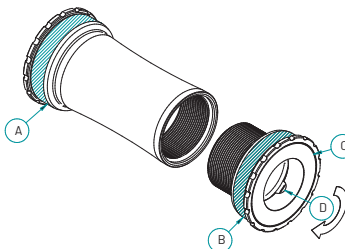

Fig. 2
- Lubrificare entrambe le calotte (A e B) nella zona di interferenza del telaio (Fig. 2).
- Installare la calotta sinistra (A) nella parte sinistra del telaio, assicurandosi di portare la battuta della calotta a contatto con il telaio stesso e avendo cura di non sollecitare i cuscinetti sottostanti la bocca (C).
- Installare la calotta destra (B) nella parte destra del telaio, avvitandola manualmente ruotandola in senso orario per accoppiarla alla calotta sinistra.
- Lubricate both caps (A and B) surfaces where BB fit the BB shell of frame area of the frame (Fig. 2).
- Install the left cap (A) on the left side of the frame, thus making sure to bring the cap stop in touch with the frame and taking care not to stress the bearings (C).
- Install the right cap (B) on the right side of the frame, thus screwing it manually by turning it clockwise to couple it to the left cap.
- Lubrifiez les deux cuvettes (A et B) dans la zone d'interférence du cadre (Fig. 2).
- Installez la cuvette de gauche (A) dans la partie gauche du cadre, en veillant à mettre la butée de la cuvette en contact avec le cadre et à ne pas exercer de contrainte sur les roulements situés sous le support extérieur gris (C).
- Installez la cuvette de droite (B) dans la partie droite du cadre, en la vissant manuellement dans le sens des aiguilles d'une montre pour l'accoupler à la cuvette de gauche.
- Schmieren Sie beide Kappen (A und B) im Eingriffsbereich des Rahmens (Abb. 2).
- Installieren Sie die linke Kappe (A) im linken Teil des Rahmens. Achten Sie dabei darauf, den Anschlag der Kappe in Kontakt mit dem Rahmen selbst zu bringen und achten Sie darauf, dass die Lager unter der externen grauen Stütze (C) nicht zu belasten werden.
- Installieren Sie die rechte Kappe (B) im rechten Teil des Rahmens, indem Sie sie manuell durch Drehen im Uhrzeigersinn festschrauben, um sie mit der linken Kappe zu verbinden.
- Lubrique ambas cazoletas (A y B) en la zona de interferencia del cuadro (Fig. 2).
- Instale la cazoleta izquierda (A) en la parte izquierda del cuadro, asegurándose de que el tope de la cazoleta entre en contacto con el cuadro y teniendo cuidado de no forzar los rodamientos situados debajo del soporte exterior gris (C).
- Instale la cazoleta derecha (B) en la parte derecha del cuadro, enroscándola a mano en sentido horario, para acoplarla a la cazoleta izquierda.